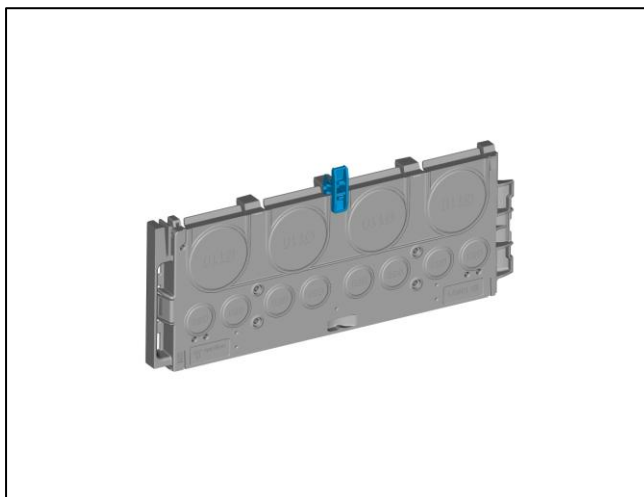
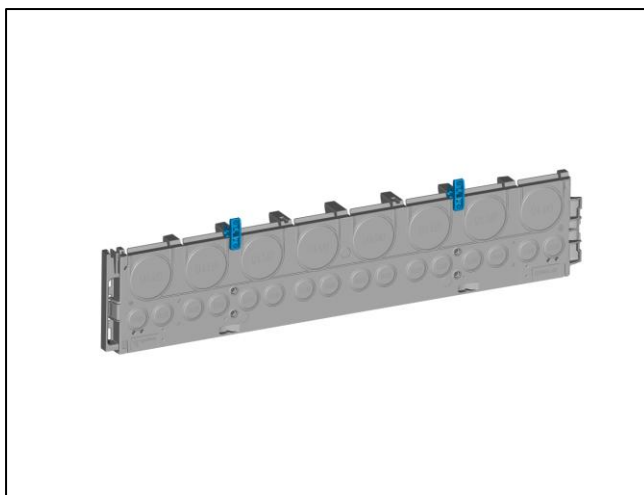

Abb. 15
Abb. 16
- Position und Anzahl siehe ( Abb. 15 und Abb. 16)